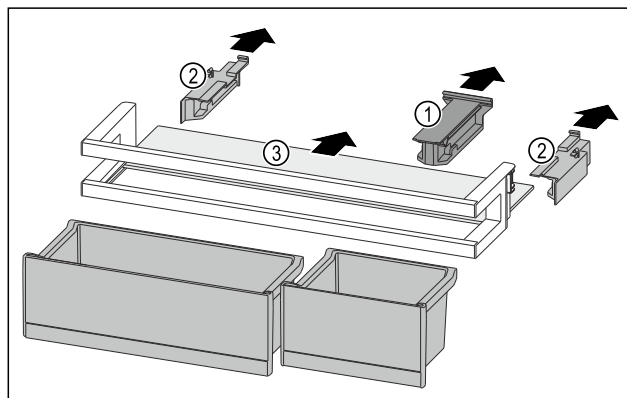

Fig. 97
- Zdjąć element trzymający Fig. 97 (1).
- Zdjąć elementy boczne Fig. 97 (2).
- Wyjąć półkę Fig. 97 (3).